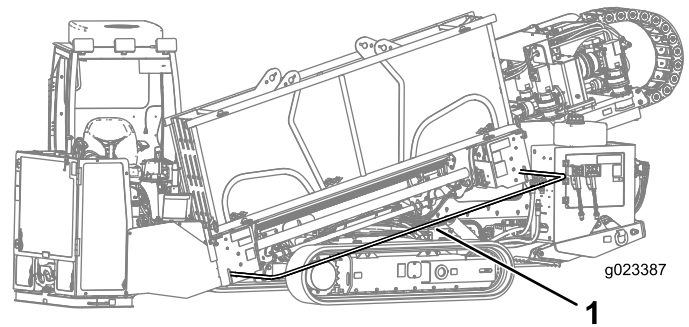

Bild 38
4. Senken Sie den Schutzbügel für Passanten und sichern Sie ihn (Bild 38).